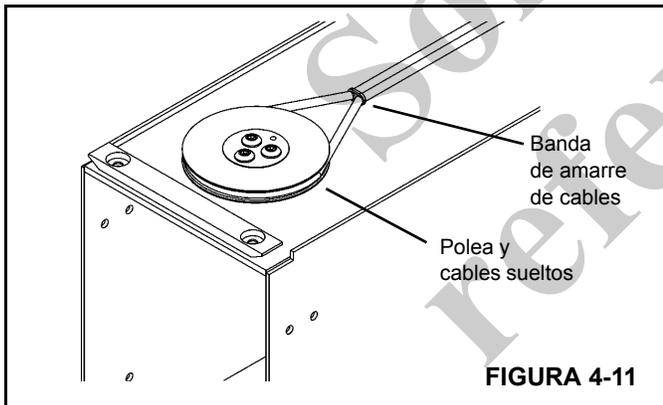

FIGURA 4-11
5. Pase el cable de proporción alrededor de la polea y colóquelo encima de la 3ª sección. (Este conjunto se fija a la 2ª sección posteriormente.) Ate los dos cables juntos como se muestra en la Figura 4-11.